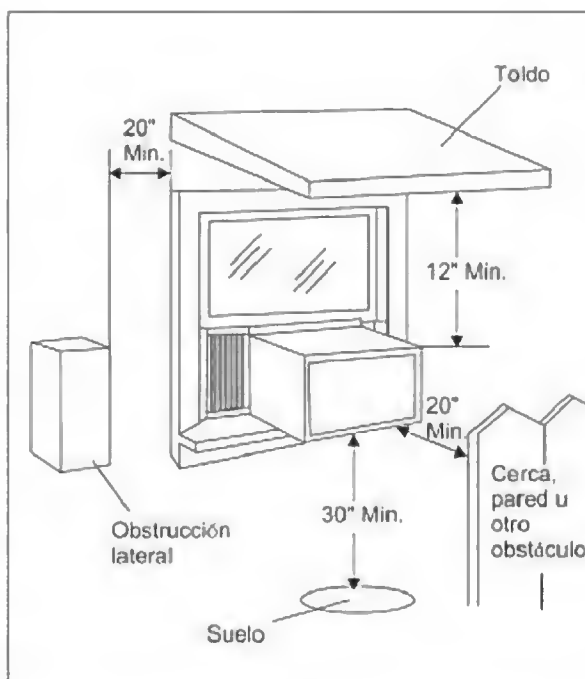

Fig.2
D. Deje suficiente espacio alrededor del gabinete para permitir una amplia circulación de aire a través de la unidad. Vea (Fig. 2). La parte posterior de la unidad deberá dar al aire libre y no a un garaje ni al interior de un edificio. Mantenga la unidad lo más lejos posible de obstáculos que puedan causar obstrucciones y por lo menos a 30" del nivel del piso o del suelo. Deberán tomarse precauciones para evitar que las cortinas o cualquier otro objeto dentro de una habitación obstruyan el flujo de aire.